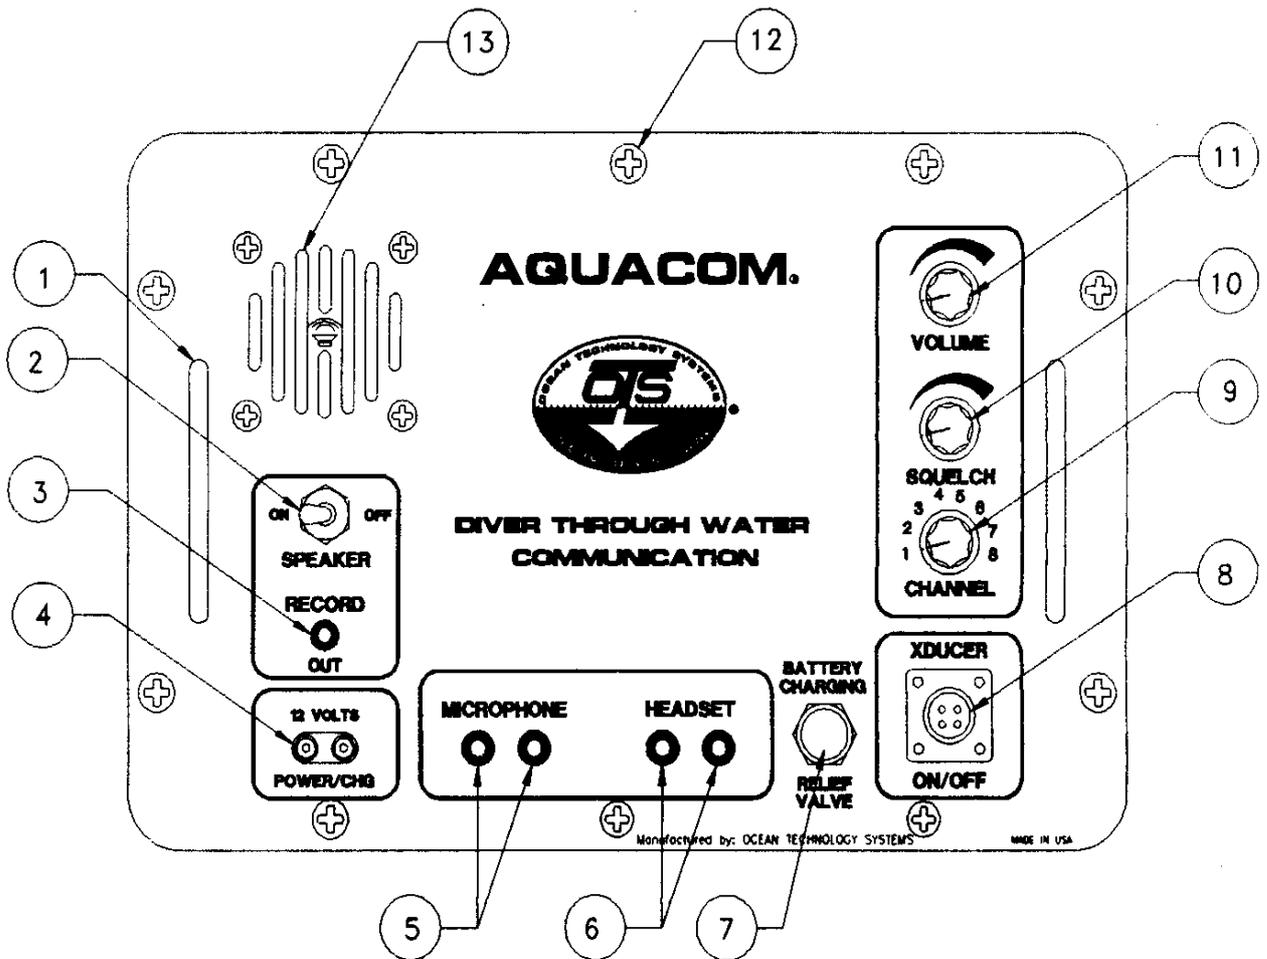
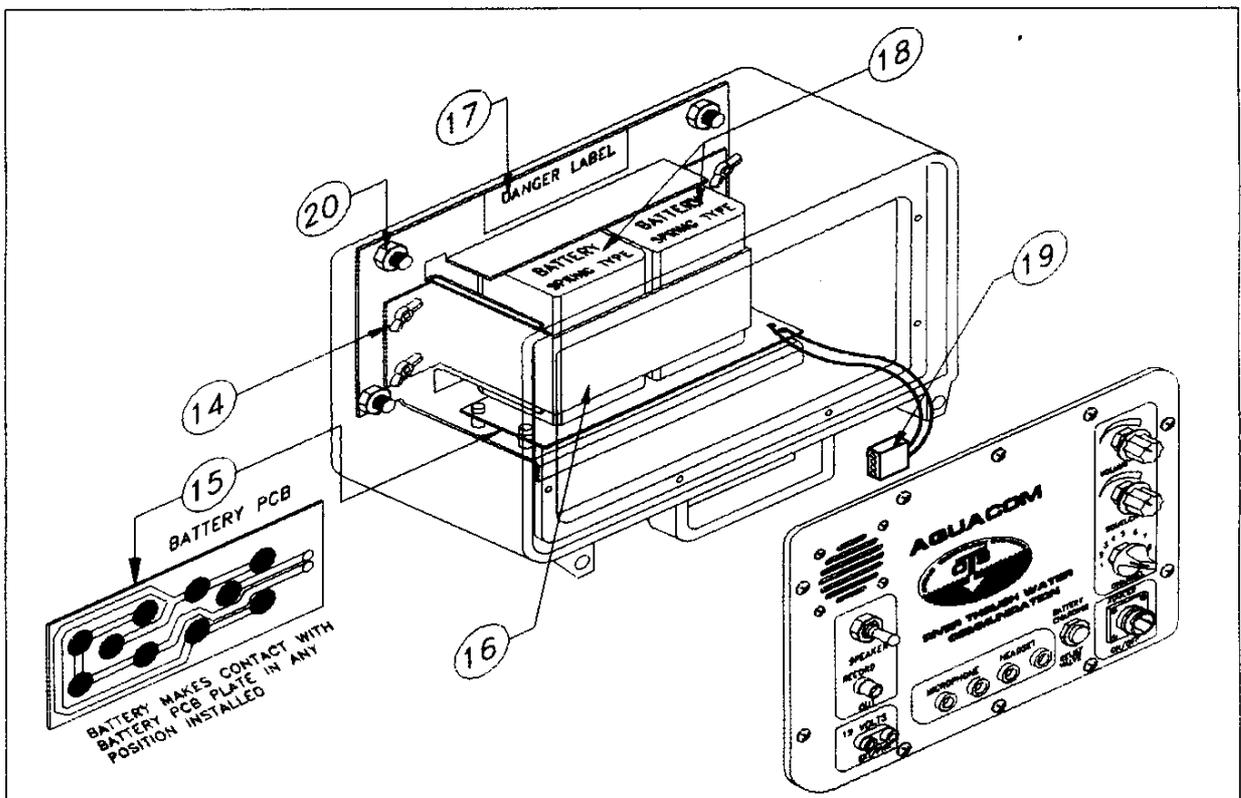
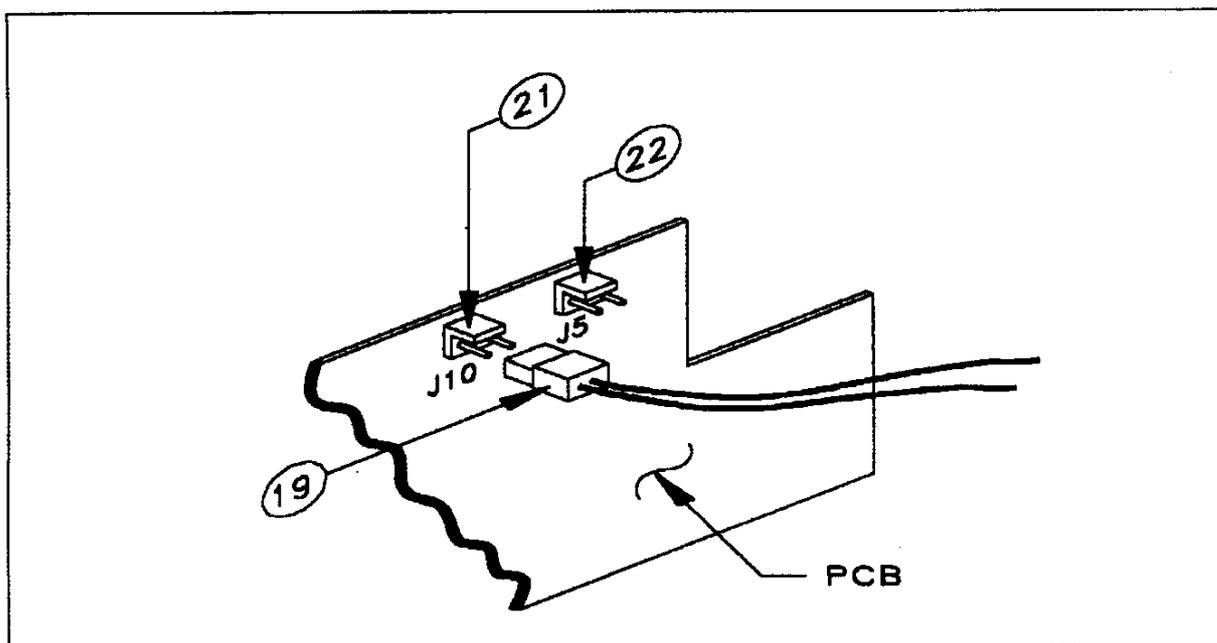

Рисунок 1.
Рисунок 2.
Рисунок 3.
1.4 Функции станции STX-101/м (смотри рисунок 1).
1. Отвинтите и отсоедините 10 винтиков на передней панели (рис.1, №12). Вы не должны извлекать винтики передней панели, расположенные по рамке громкоговорителя (рис.1, №13).
3. Отвинтите крыловидные гайки (рис.2, №14) и отложите в сторону.
4. Снимите оставшийся кронштейн батареи (рис.2, №16) и отложите в сторону.
5. Вставьте две батареи, пружинами лицом, в направлении платы РСВ (рис.2, №15). Убедитесь, что батареи надежно установлены.
7. Убедитесь, что контакты провода правильно подсоединены к плате (рис.3). Когда используются щелочные батареи, вилка провода (рис.3, №19) должна подсоединяться к штыревым контактам J10 (рис.3, №21). Когда используются зарядные батареи, вилка провода (рис.3, №19) должна подсоединяться к штыревым контактам J5 (рис.3, №22).
8. Когда устройство вскрыто, то Вы можете проверить, что основание батареи в сборке надежно зафиксировано четырьмя гайками (рис.2, №20).
Примечание. Серебряные контакты, расположенные на плате (рис.2, №15), предназначены для соединения с пружинными контактами 6в батареи пружинного типа. Конфигурация гарантирует, что пружинные контакты 6в батареи при ее установке коснутся контактов платы. Пружинные контакты для платы расположены с одной стороны корпуса батареи. Пружинные контакты батарей должны касаться контактов данной платы для того, чтобы система работала. Установка батарей в неправильном направлении может привести к повреждению устройства, батарей и/или станция STX-101/м не будет работать.
Когда используете свинцово-кислотную батарею RB-6V, Вы получите максимальную работу батарей (необходимо две). В стандартный комплект станции STX-101м входит две батареи типа RB-6V. Установите батареи, как указано в инструкции подраздела 2.2. Убедитесь, что контакты провода батареи (рис.2, №19) подсоединены к штыревому контакту J5 (рис.3, №22), расположенному на сетевой плате. Данный канал обеспечивает поступление напряжения от зарядного устройства батареи к батареям.
Розетка (смотрите рис.1, №4) обеспечивают подсоединение морского или автоматического 12в источника постоянного напряжения. Данный терминал также может применять любой внешний источник питания, имеющий 12в и минимальную силу тока 4амп. Данные гнезда также используются для подзарядки внутренних зарядных батарей.
Перед подзарядкой убедитесь, что установлены зарядные батареи марки RB-6V, разгрузочная ручка открыта и надежно обеспечено внутреннее подсоединение (рис.1, №7 и рис.3, №22). Не заряжайте щелочные батареи или батареи, несущие основную нагрузку. Станция STX-101м может получить повреждения, и/или взрыв приведет к несчастному случаю. Всегда после завершения подзарядки и перед включением станции STX-101/м подождите 15 минут, чтобы накопившиеся газы вышли из зарядных батарей.
3. Откройте крышку станции STX-101/м и подсоедините датчиковый кабель к передней панели (рис.1, №8). Подсоединив датчиковый кабель, подайте напряжение на станцию STX-101/м. Когда станция STX-101/м не используется, отсоедините датчиковый кабель. Это позволит сохранить мощность батареи.
8. Подсоедините микрофон, удерживаемый в руке, к гнезду для подключения микрофона (рис.1, №5). Если желаете использовать комплект головных телефонов, то подсоедините его штыревые контакты к гнездам (рис 1, №6).